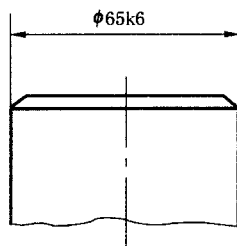
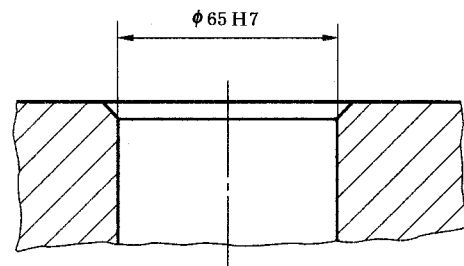

图 1 注写公差带代号的公差注法(一)
图 2 注写公差带代号的公差注法(二)
4.1.1 当采用公差带代号标注线性尺寸的公差时,公差带的代号应注在基本尺寸的右边(图 1、图 2)。